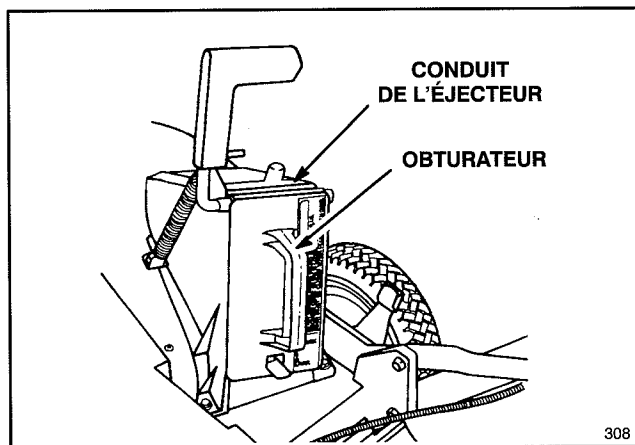

Figure 28
1. Kit d'ensacheur arrière (modèle 59174 pour les modèles autopropulsés et 59179 pour les modèles à propulsion manuelle)—Installez le canal d'éjection et le sac à herbe à montage arrière pour convertir la tondeuse Recycler® II Super Pro® en tondeuse à ensachage arrière (Fig. 28). Inclut l'obturateur du canal d'éjection.